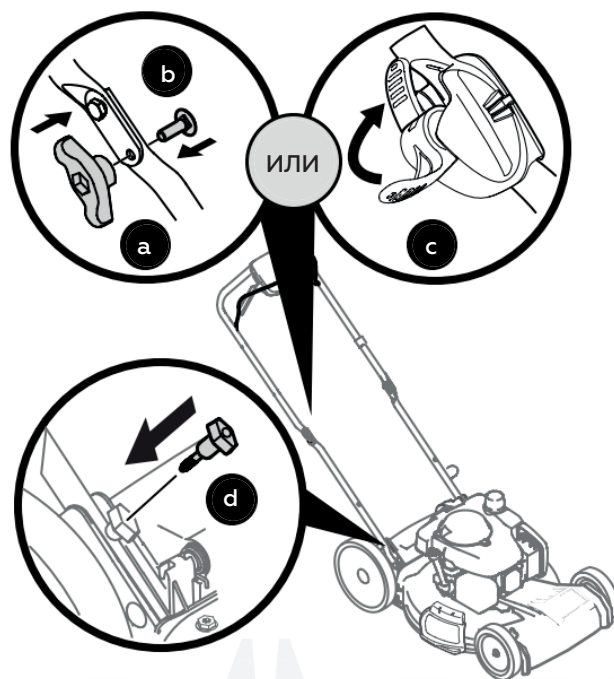

Рис. 8
4. Установите на место гайки-барашки (a) и болты крепления (b), удаленные в п. 2, в нижние отверстия рукоятки или заблокируйте фиксаторы (c) (рис. 8).
5. Вставьте болты (d), удаленные в п. 2, в отверстие кронштейна и нижней рукоятки (рис. 8) и плотно затяните их.